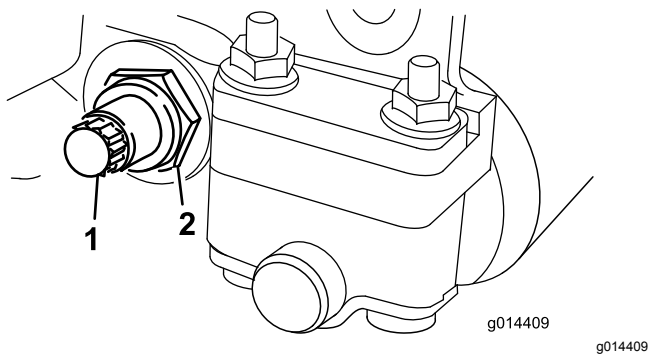

Figure 14
3. De chaque côté de la machine, desserrez le contre-écrou de fixation du boulon de la barre d'appui (**Figure 14**).
4. Retirez les boulons de la barre d'appui afin de pouvoir abaisser la barre et la dégager du boulon de l'unité de coupe (Figure 14).